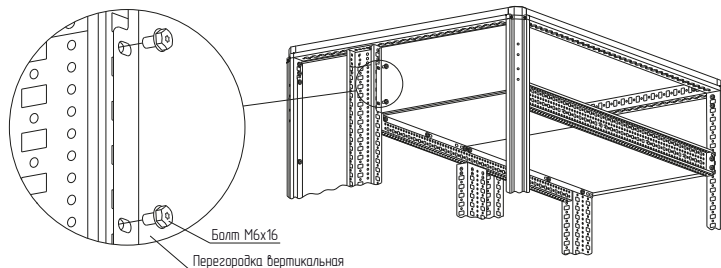

Рисунок 1
– вариант 1. Расположить перегородку горизонтальную между рейками монтажными тип В и закрепить болтами самонарезающими М6×16 (рисунок 1). Момент затяжки – 7 Н·м. Болты приобрести отдельно;